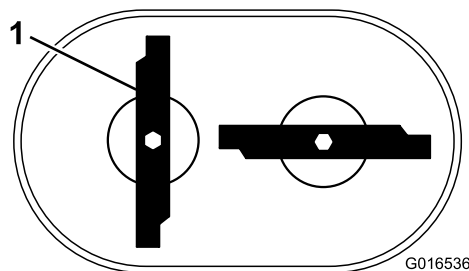

**Figura 43**
2. Apoye cada cuchilla en un trozo de madera, y gire el perno de la cuchilla en el sentido de las agujas del reloj con una llave dinamométrica, según se muestra en Figura 43; apriete el perno de la cuchilla a 82 N·m (60 pies-libra).